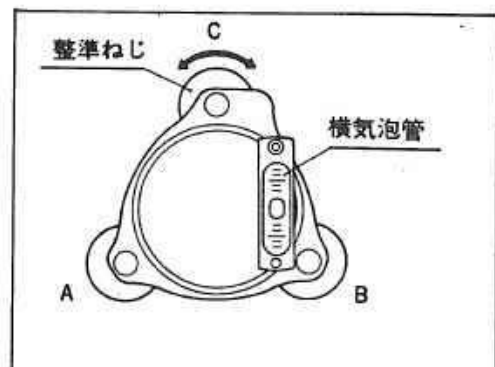

図47
- 1) 横気泡管⑩を図47のようにA、Bの整準ねじに対して直角の位置に置き、整準ねじCで気泡を中央に合わせます。